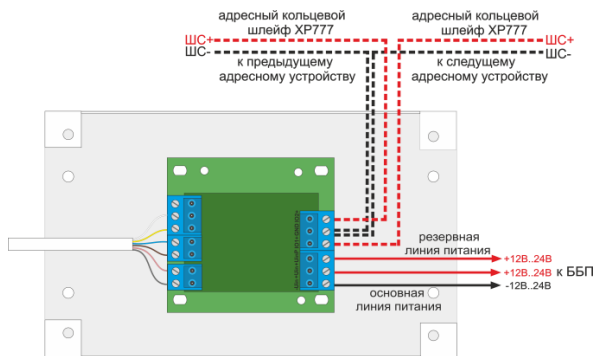

Рис. 7 Схема внешних подключений извещателя
7.4.6 В соответствии со схемой (см. рисунок 7) произвести подключение внешних соединений.